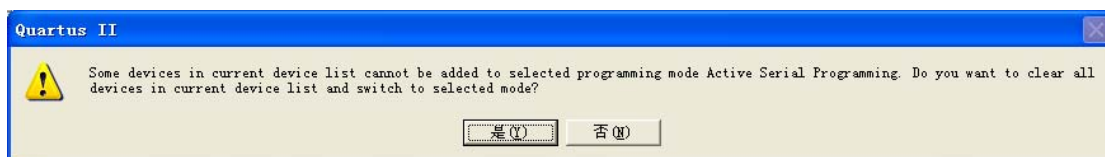

图 9-11 烧写 FPGA 配置提示窗口
(1) 把 DE2-70 开发板左侧的开关从 RUN 拨到 PROG
(2) 在平时经常使用的 Programmer 窗口中，把 mode 从 JTAG 改为 Active Serial Programming，遇到一个提示窗口选是确认。如图 9-11。